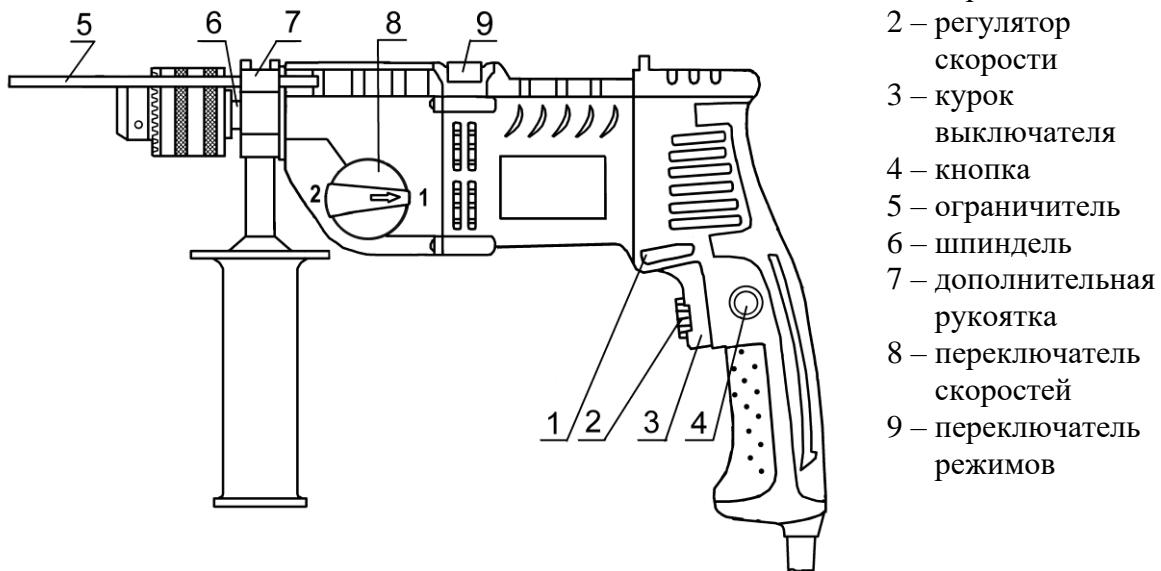

Рис.1
4.1. Устройство машины изображено на рис.1